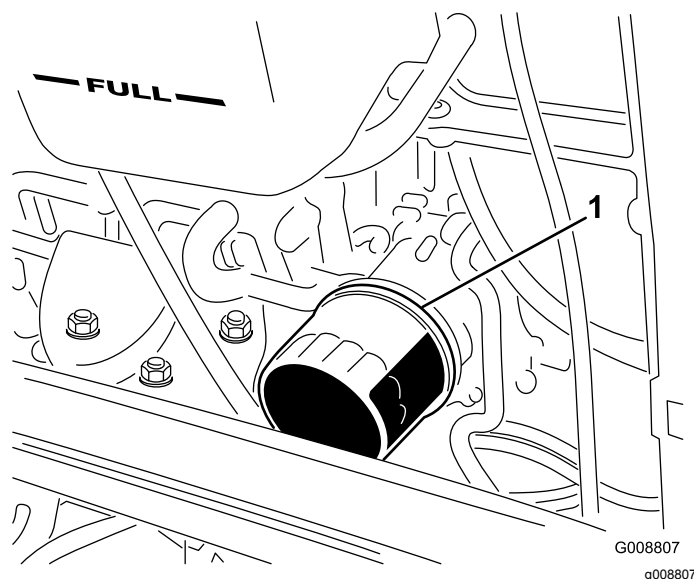

Figura 37
2. Retire o filtro do óleo (Figura 37).